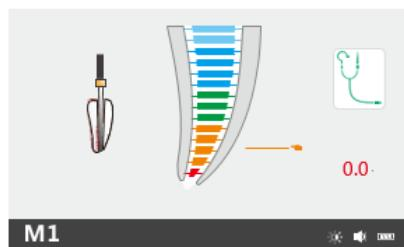

Fig.22 Apex Area-Red
- Cuando la punta de la lima llega al foráne apical, el punto indicador se marca en rojo y se emite un sonido constante (Fig. 22).